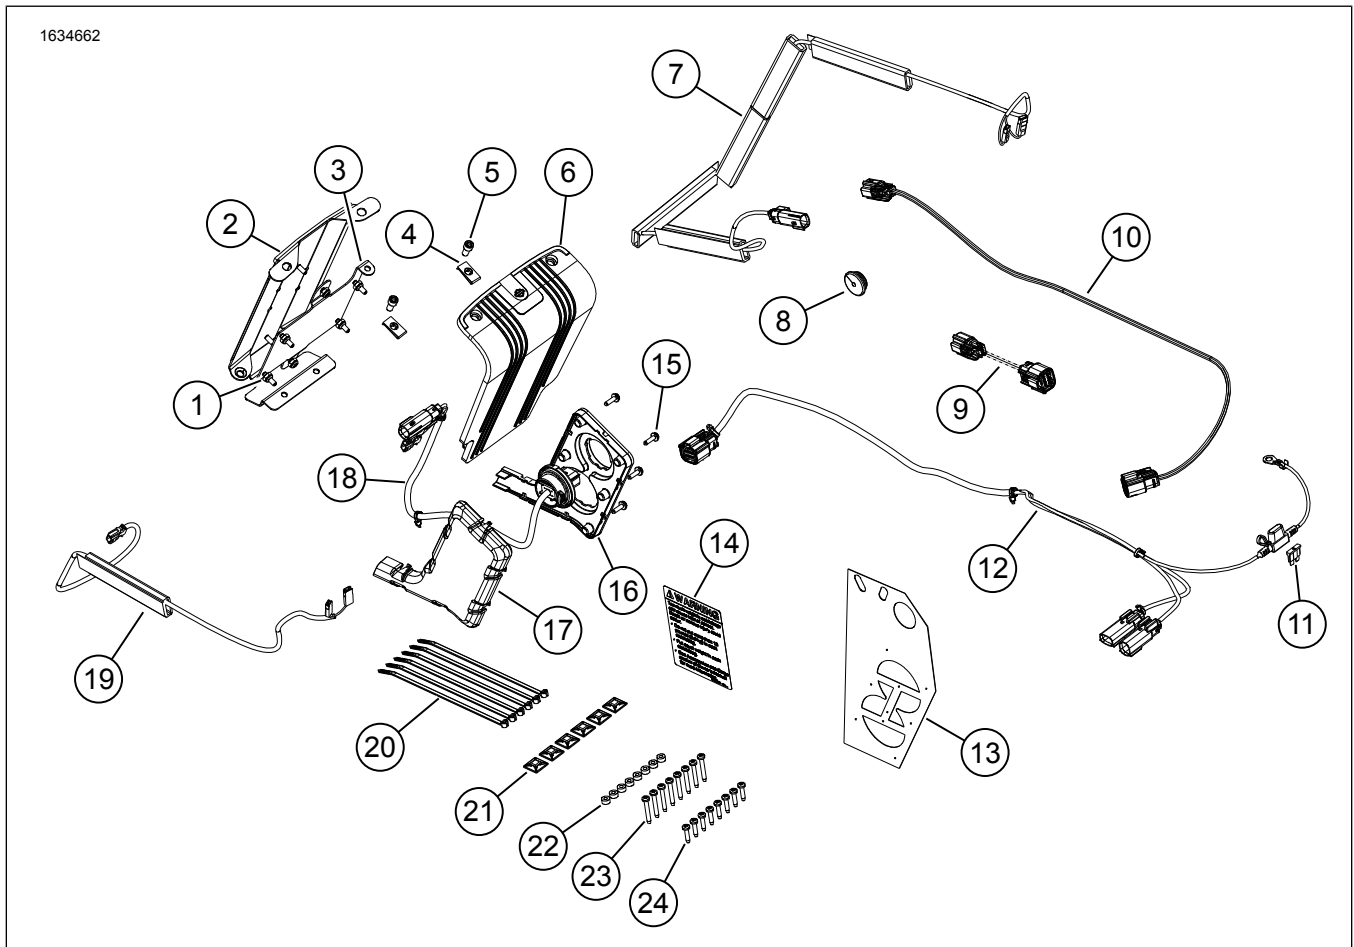

Figure 1. Contenu du kit : Les systèmes audio Bluetooth fonctionnent grâce à Rockford Fosgate
3. Figure 1 Installez l'étiquette de capacité de la sacoche (14).